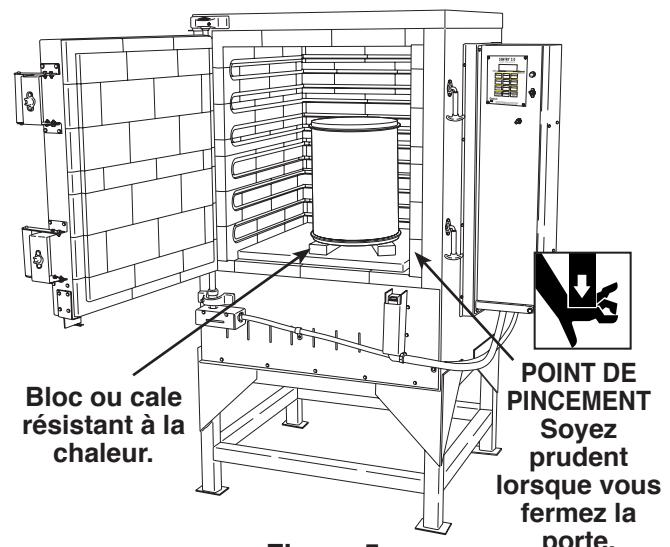

Figure 5
5. Placez le DPF au fond de la chambre. Si vous placez le DPF en position verticale, disposez des blocs ou cales résistant à la chaleur sous le filtre afin de permettre à l'air de circuler dans le DPF. Voir Figure 5.